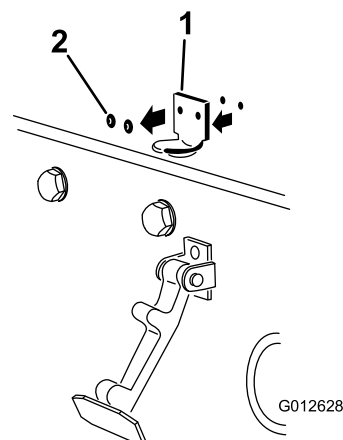

Рисунок 3
2. Извлеките 2 заклепки, которые крепят кронштейн защелки капота к капоту (Рисунок 3). Снимите кронштейн защелки капота с капота.